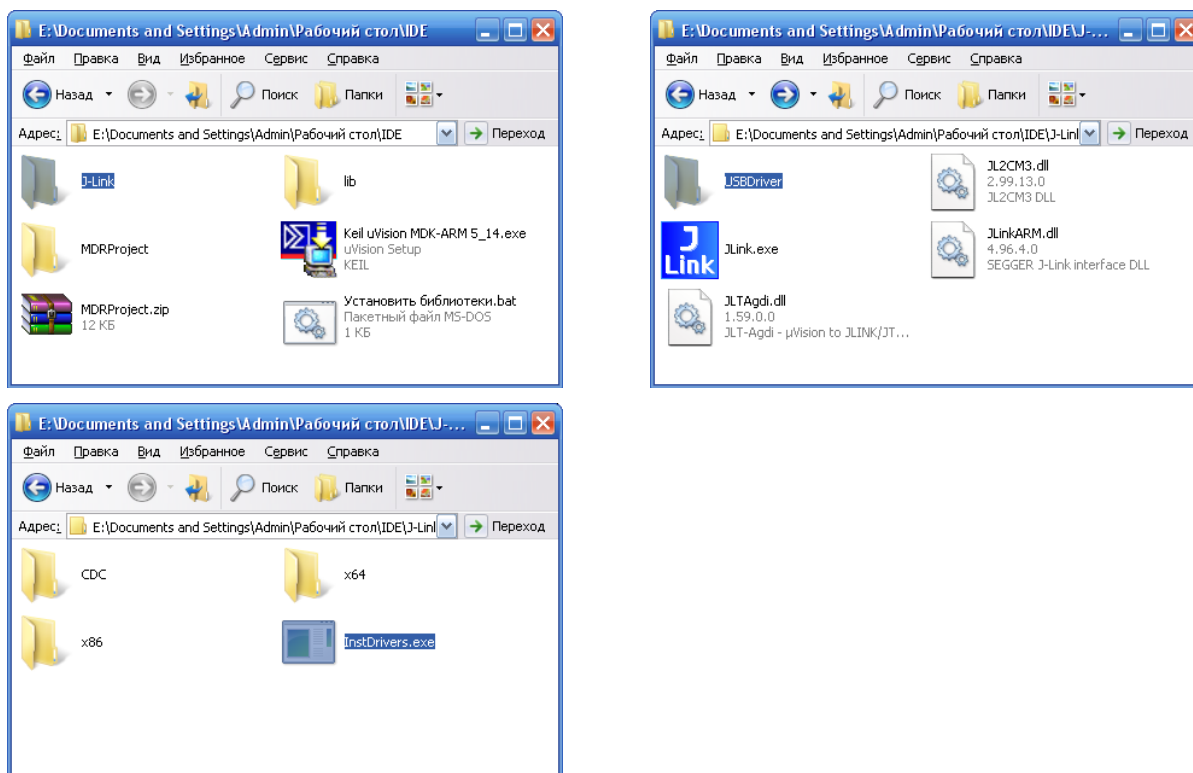

Рисунок 1.9 – Группа скриншотов процесса установки драйвера для программатора J-Link.
5. Установить драйвер программатора J-Link, запустив файл «**InstDrivers.exe**», который находится в папке «USBDriver», которая в свою очередь вложена в папку «J-Link» – Рисунок 1.9. Данная программа не имеет графического вывода, если ничего не произошло после запуска, то драйверы установлены.